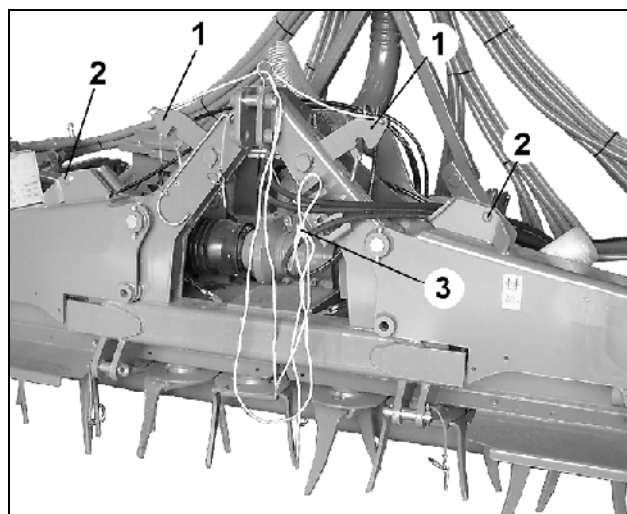

Fig. 110
- Aprire la macchina, previo allentamento del bloccaggio tramite cavo dalla cabina del trattore (Fig. 110/3).